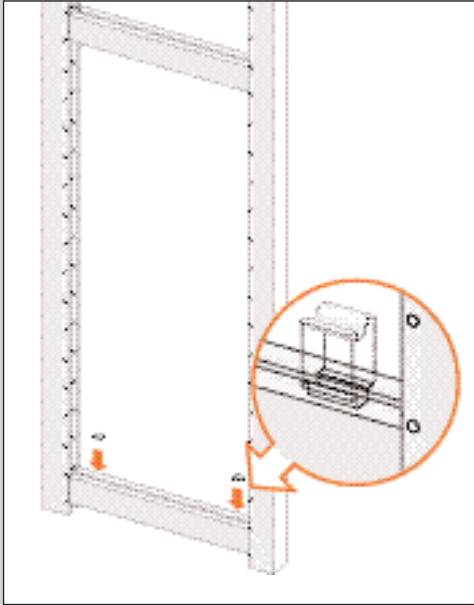

ABBILDUNG 4
1. Stecken Sie zwei Füllungsträger in die Riegel (siehe Abb. 4).
3. Stecken Sie zwei Füllungsträger in die Riegel (siehe Abb. 4).